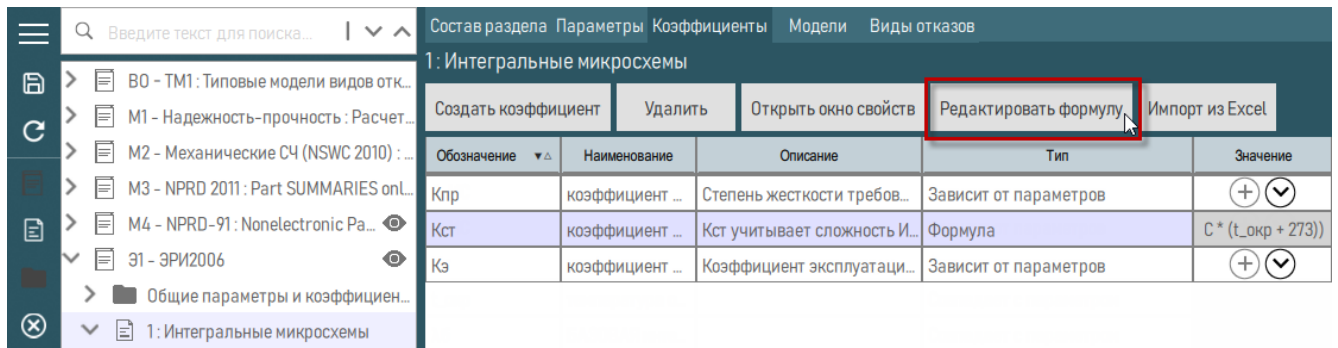

Рисунок 94 – Выбор «Редактировать формулу»
2) Выбрать коэффициент в правой рабочей области со значением «Формула» в столбце «Тип», затем на панели инструментов нажать кнопку «Редактировать формулу» (рисунок 94).